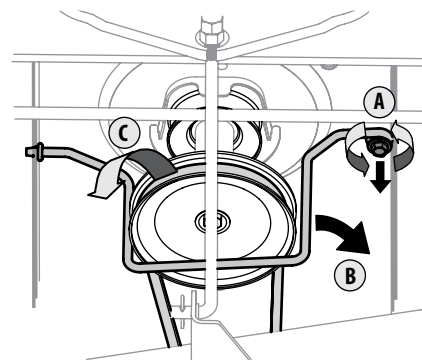

Figura 4-11
3. Retire la varilla de la guarda de la correa, alrededor de la polea del motor del tractor, sacando el tornillo autoroscante (A) que le asegure. Consulte la Figura 4-11.
- Retire la correa (C) de alrededor de la polea del motor del tractor y de las poleas locas. Consulte la Figura 4-11.